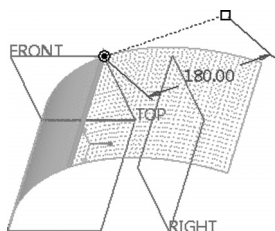

图 5-113 沿原始曲面延伸曲面
-  (沿原始曲面延伸曲面): 选中该图标按钮后, 可以在文本框内指定恒定延伸的延伸距离。以此方式延伸的示例如图 5-113 所示。